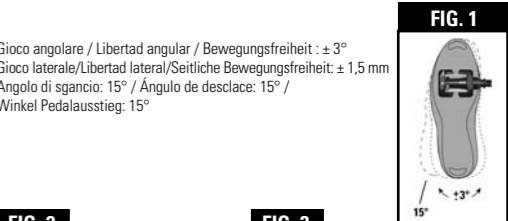

FIG. 2
Etapa 1: Posicionamiento de la cala **§ FIG.2**
1. Schritt: Positionierung der Schuhplatte **§ FIG.2**